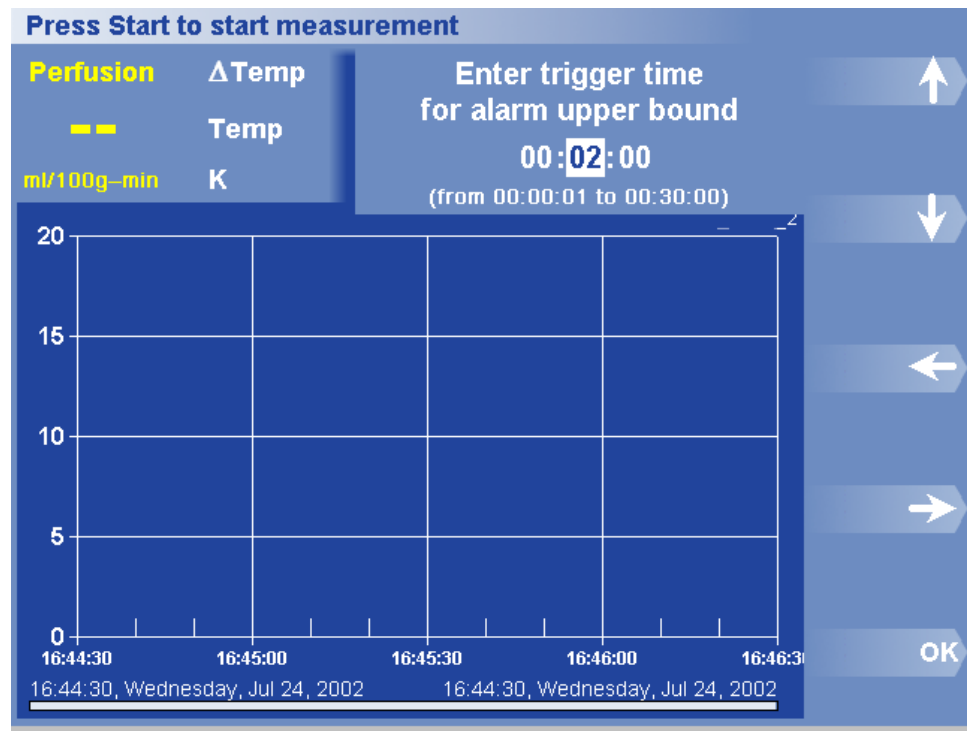

図 12 アラーム上限トリガー時間ダイアログボックス
1. Options (オプション) > Set Alarm (アラームの設定) > Upper Bound (上限) > Trigger Time (トリガー時間) を押します。上限トリガー時間入力ダイアログボックスが開きます (図 12)。